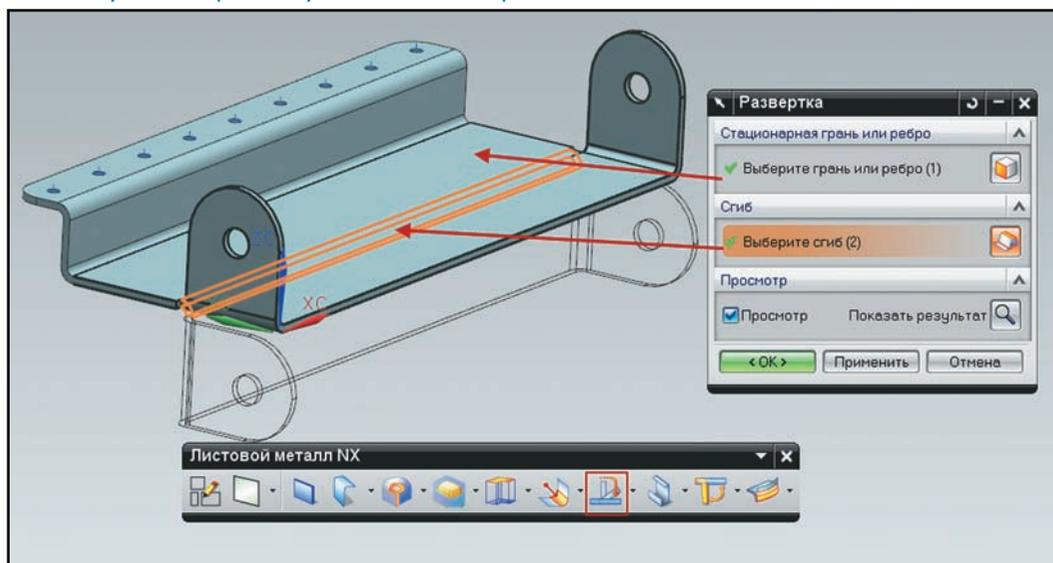

Рисунок 5.15. Развертка сгиба фланца
- Система сделает локальную развертку выбранного элемента, с которым можно дальше работать инструментарием модуля (рис. 5.15).